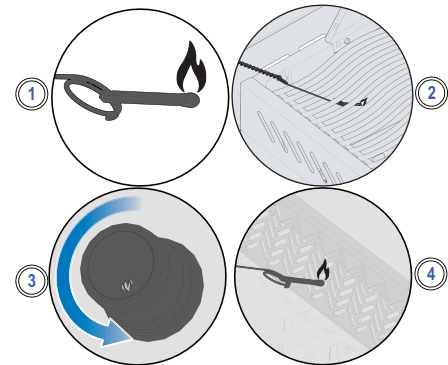

Fig. 3
3. Mientras gira la perilla correspondiente a la posición de llama alta (Fig. 3).